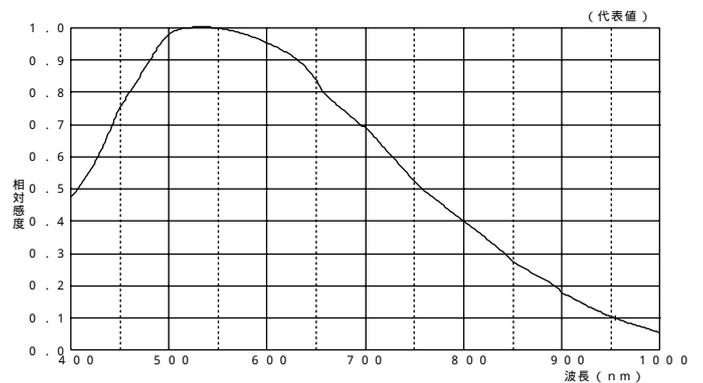

図2-2 標準的波長感度特性
- ・ CCDの波長感度特性（図2-2参照）
- ・ オプティカルブラック 水平(H) 方向 前2画素，後40画素